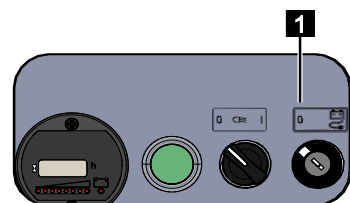

Fig. 70
6. Tourner l'interrupteur à clé (Fig.70/1) dans le sens inverse des aiguilles d'une montre sur [0].